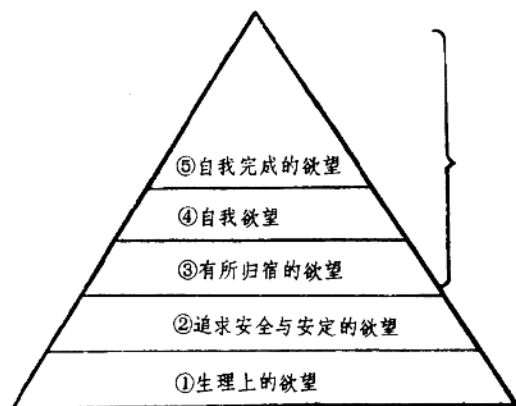

图 6
3)欲望的五个阶段（见图 6）。人的欲望并不表现为同时有各种要求，人产生某种欲望一定是在这之前已经满足了更为基础的要求，也就是说欲望是一步步由低向高发展，可分为